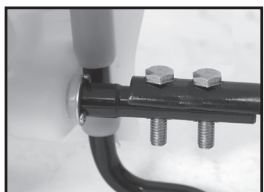

Figure 5
La poignée de pompe s'installe à l'une ou l'autre extrémité de l'arbre de la pompe (A). Pour installer la poignée de pompe, placez la poignée (C) sur l'arbre (A) en alignant le trou de la poignée de pompe et le trou de l'arbre. Glissez le boulon (B) à travers des trous vis-à-vis, comme montré aux figure 3. Serrez l'écrou (D) au boulon. Il y a des trous dans la poignée de la pompe pour permettre un montage de gaucher (fig. 2-4) ou droitier (fig. 5).